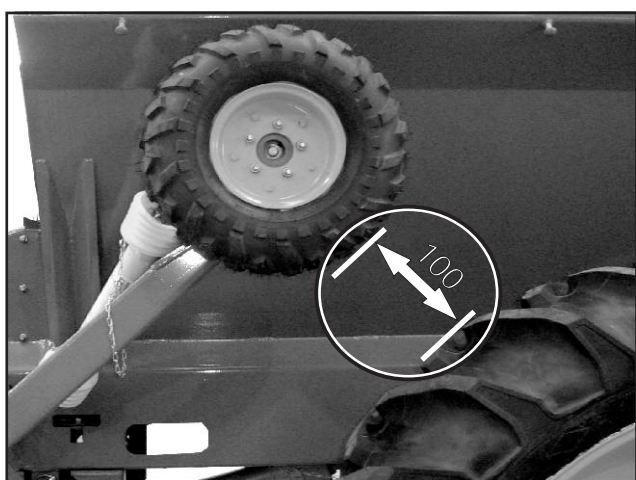

Figura 31
3) Afaste o pneu de acionamento da esteira a uma distância de aproximadamente 100mm em relação ao pneu do eixo rodado conforme figura 31. Em seguida, com o trator ligado, recoloca o parafuso retirado no passo "1" na furação mais próxima, reapertando as porcas dos parafusos.